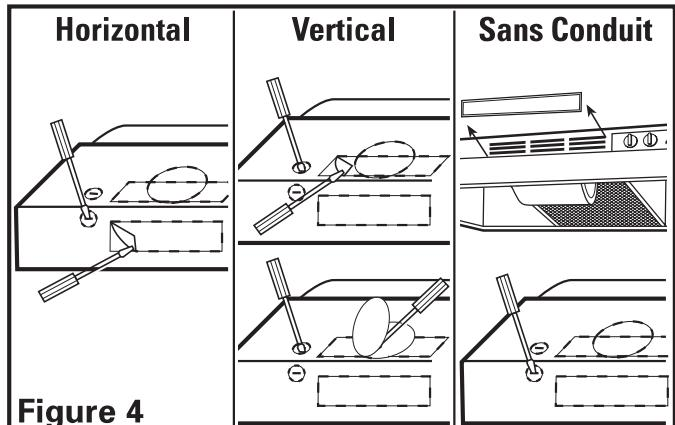

Figure 4
- Horizontal ou Vertical** – Enlever l'alvéole défonçable en insérant un tournevis sous le contour et casser les attaches qui le retiennent en place. Peler avec des pinces (**Figure 4**).
- Sans Conduit** – enlever le cache persienne, exposant les fentes à air à l'avant. Pour enlever les persiennes glisser vers un côté et soulever le flanc arrière. Ne pas utiliser de tournevis ou autre objet qui pourrait endommager la hotte (**Figure 4**).
- Rond de 17,78 cm (7 po)** – enlever l'alvéole défonçable située sur le dessus de la hotte en insérant un tournevis sous le rebord et briser les attaches qui la maintiennent en place. Peler avec des pinces (**Figure 4**).
- Déterminer où le service électrique entrera dans la hotte et enlever les alvéoles défonçables électriques appropriées en insérant un tournevis dans la fente et en repliant vers l'avant et l'arrière jusqu'à ce que les alvéoles deviennent lâches (**Figure 4**).